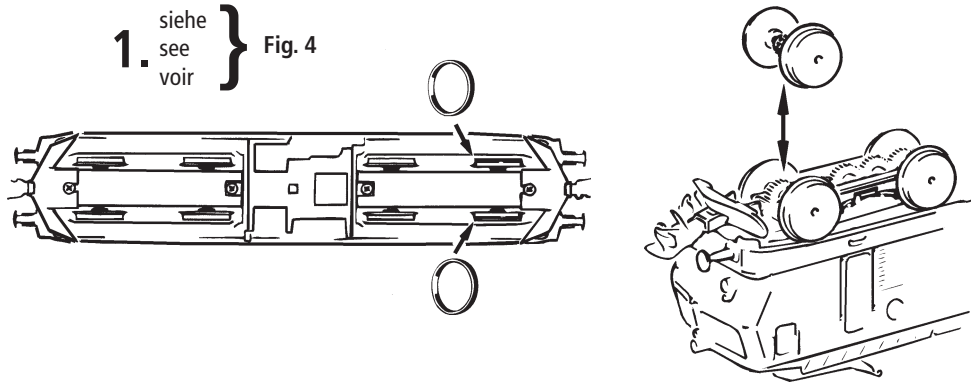

Fig. 8
2. Schmierung: Versehen Sie die im Schmierplan in Fig. 8 gekennzeichneten Stellen mit nur **kleinen Öltropfen**. Dazu zuerst das Lokgehäuse abnehmen (Fig. 3). Wir empfehlen den **ROCO Öler Art.-Nr. 10906**. Fürs Schmieren der Getriebeteile (Zahnräder, Schnecke) empfehlen wir das **ROCO-Spezialfett Art.-Nr. 10905**. Im Falle der Schmierung diese Teile **nicht ölen**.
2. Lubrication: Apply **tiny oil drops** to spots marked in fig. 8. Prior to lubrication dismantle locomotive (fig. 3). We recommend using item no. **10906, Roco oiler**. For lubrication the gearparts (e.g. cogwheels, worm) we should recommend our Roco **special grease** (item no. **10905**).
2. Graissage: N'appliquez **qu'une toute petite goutte** aux endroits indiqués par le plan de graissage (fig. 8) après avoir démonté la caisse de la locomotive (fig. 3). Nous vous recommandons **le graisseur à huile Roco réf. 10906**. Pour graisser les engrenages (roues dentées, vis sans fin) nous vous conseillons la **graisse spéciale Roco réf. 10905** pour engrenages en matières synthétiques. Lorsque vous utilisez cette graisse il faut éviter d'huiler ces composants.